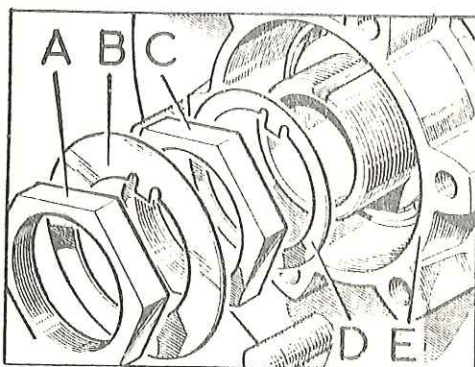

Fig. F-10 Elementos de fijación del cojinete del buje
1.8. Extraer la contratuerca, A (Fig. F-10), la tuerca de ajuste, C, y las arandelas de fijación del buje.